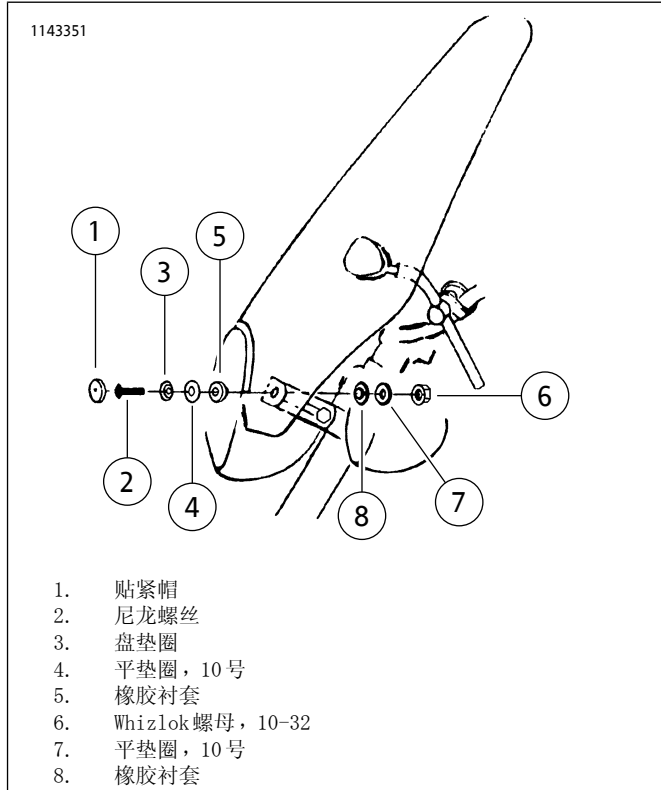

图4。安装隔板
9. 参见图4。将支柱滑入吊环螺栓的“眼睛”中，并拧紧吊环螺栓上的螺母，直到紧贴为止。